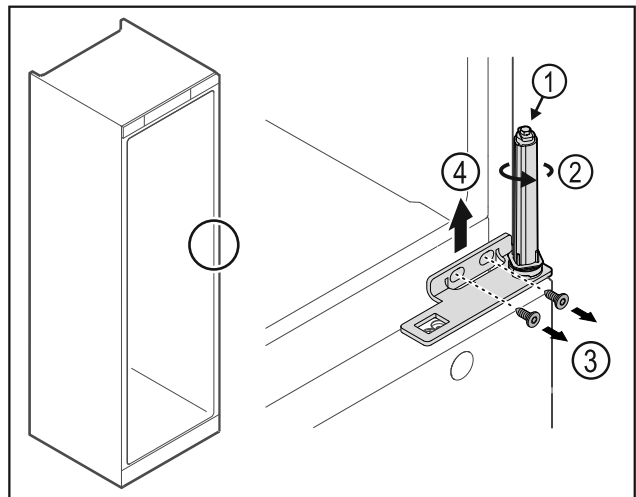

Fig. 26
- ▶ Älä pura oven sulkuyksikköä Fig. 26 (1).
- ▶ Kierrä sulkuyksikköä Fig. 26 (2), kunnes se naksahdaa.
- ▶ Avaa ruuvit Fig. 26 (3) ja ota saranakulma yläkautta pois Fig. 26 (4).